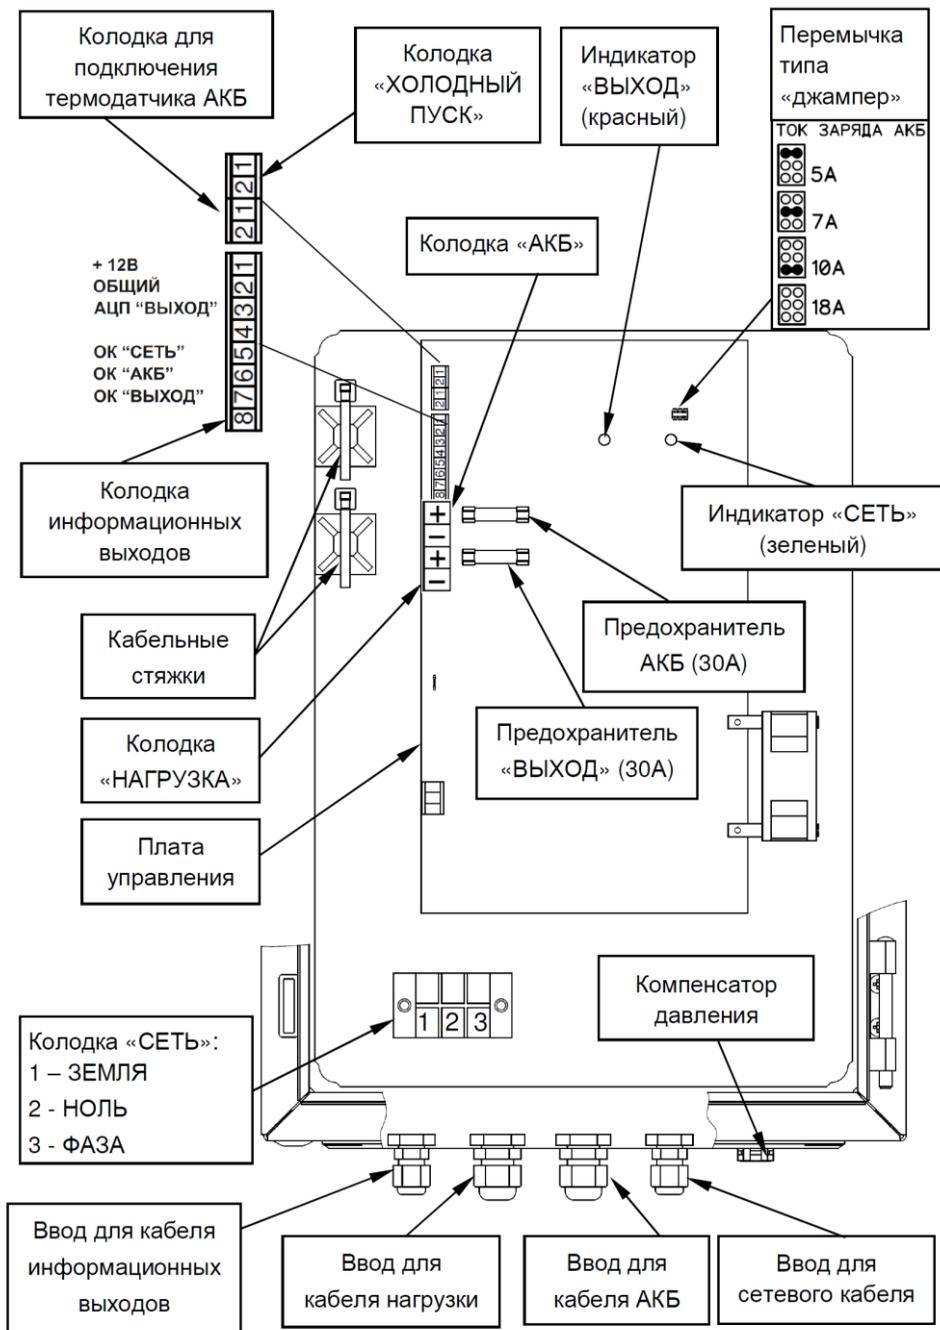

Рисунок 2. Вид изделия с открытой дверцей.
- возможность восстановления работоспособности изделия при подключении исправной и заряженной АКБ и отсутствии напряжения питающей сети («холодный запуск») путем кратковременного замыкания контактов соответствующей колодки (см. рисунок 2);
Изделие обеспечивает ограничение тока заряда АКБ. Выбор одного из четырех значений ограничения тока заряда АКБ осуществляется установкой/удалением соответствующей перемычки типа «джампер» (см. рисунок 2) в соответствии с рекомендациями таблицы 2.
Не светится	Выход «НАГРУЗКА» отключен: - АКБ отсутствует или - напряжение на клеммах АКБ менее 10,5 В, или - неисправен предохранитель АКБ (см. рисунок 2)
Выполните подключение внешних цепей к изделию в соответствии с назначением клемм подключения (Рисунок 2) в следующей последовательности:
- Провод заземления подключите к клемме 1 (ЗЕМЛЯ) на колодке «СЕТЬ» (см. рисунок 2).